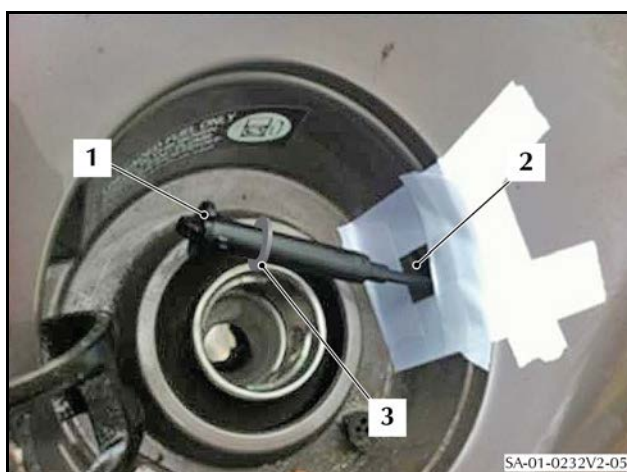

Figure 5
7. Tournez le guide du câble (1) pour le détacher de la carrosserie (2) (voir Figure 5).
8. Déposez et jetez le joint annulaire en mousse (3) de l'ensemble câble.